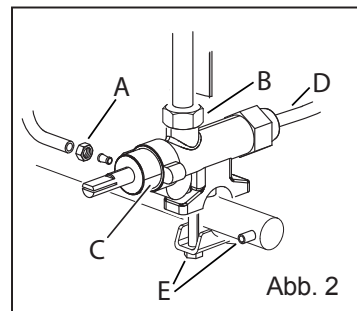

Abb. 2
- Die Bypassdrosselschraube einstellen (Abb. 2/A)
- Düsen abschrauben (Abb. 2/B) und in der gewünschten Einbauposition wieder einschrauben
- Das Schild mit der Leistungsangabe entfernen (Abb. 2/C) und am entsprechenden Brenner anbringen
- Abstandshalter abschrauben (Abb. 2/D) und am gewünschten Flansch wieder einschrauben
- Anschlüsse der Gaszufuhr (z.B. Abb. 2/E) und des Gasausgangs (Abb. 2/A und B) abschrauben
- Thermosteuelement abschrauben (Abb. 2/D)
- Thermosteuelement vom Absperrhahn abschrauben (Abb. 2/D)